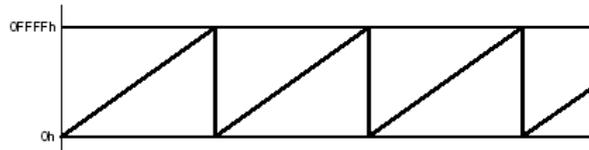

图 4-3 连续计数模式
(3) 连续计数模式：在需要 65536 个时钟周期的定时应用场合常用连续计数模式。定时器从当前值计数到单增到 0FFFFH 后，又从 0 开始重新计数如图 4-3 所示。